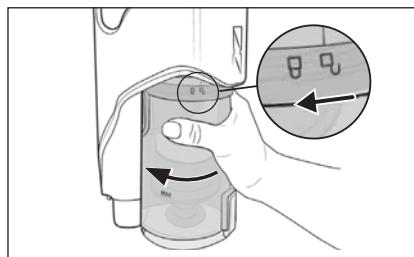

Afb. 16
- 1) Houd het stofreservoir **6** in een afvalbak en druk op de ontgrendelknop voor het deksel van het stofreservoir **7**. Het deksel van het stofreservoir **6** gaat open en de inhoud kan in de afvalbak worden geleegd (zie afb. 16). Sluit daarna het deksel van het stofreservoir **8**.